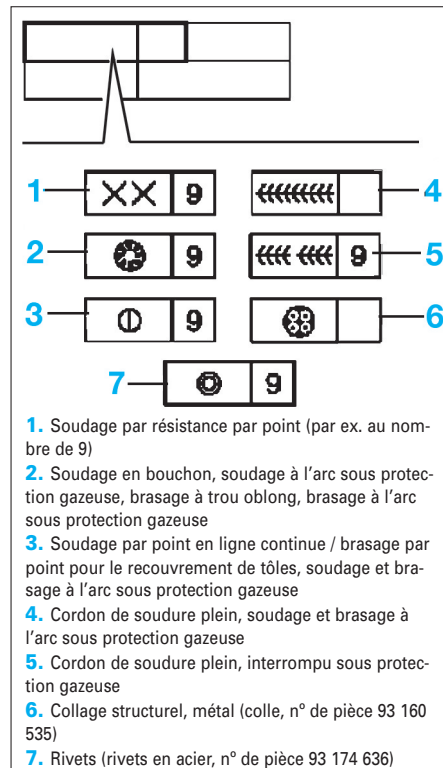

FIG. 1
## Symboles (4) des procédés de soudage (fig. 1)